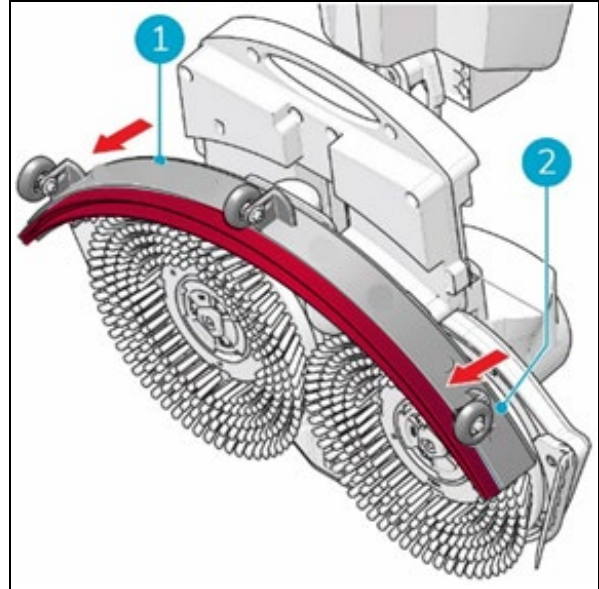

Figure 35
3. Tirez sur le côté gauche de la raclette (Figure 35, pos. 1) pour la retirer.
4. Tirez sur le côté droit de la raclette pour la retirer. (figure 35, pos. 2).